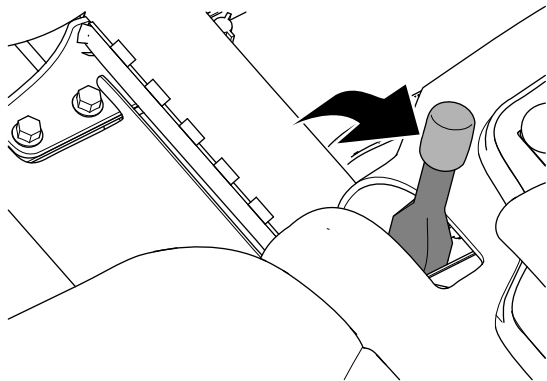

Figure 28
2. Serrez le frein de stationnement (Figure 28).